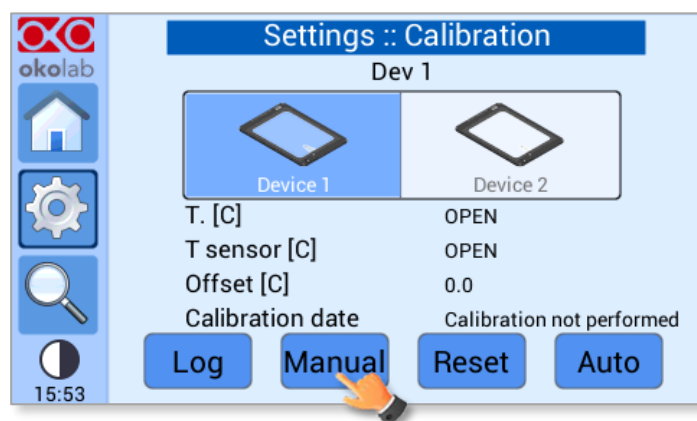

Figura 39. Calibrazione manuale del dispositivo di riscaldamento. Come avviare la calibrazione manuale
- 2 Premere su *Manuale* come mostrato in Figura 39